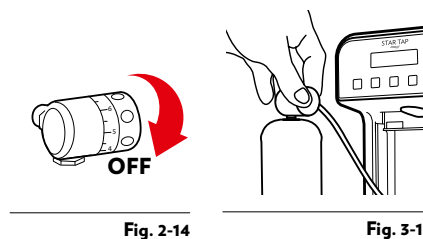

Fig. 2-14
30.38 - Ruotare la manopola di regolazione del riduttore sulla posizione OFF, vedi Fig. 2-14.